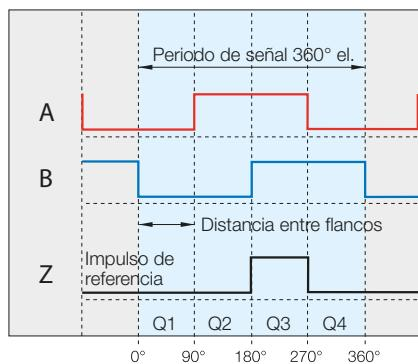

Fig. 6-1: Señales de salida digitales con un movimiento de avance
Cada cambio de flanco de A o B es interpretado por el contador de períodos (contador up/down) como un paso del contador. Si la señal A avanza, el valor indicado por el contador aumenta, pero si es la señal B la que avanza, entonces disminuye. Esto permite al control conocer en todo momento la posición incremental exacta sin tener que consultarla regularmente con el sensor (funcionalidad de tiempo real). La posición de la señal Z puede ser distinta (Q1-Q4, véase Fig. 6-1). Sin embargo, siempre se encuentra en la posición correcta físicamente y siempre mide un incremento de anchura.
- Una señal de referencia de polos periódicos (periodo = 10 mm, anchura de la señal de referencia = distancia entre flancos, Fig. 6-1). Si se deben transferir varias señales de referencia, se debe montar un interruptor selector externo en la señal de punto de referencia deseada.